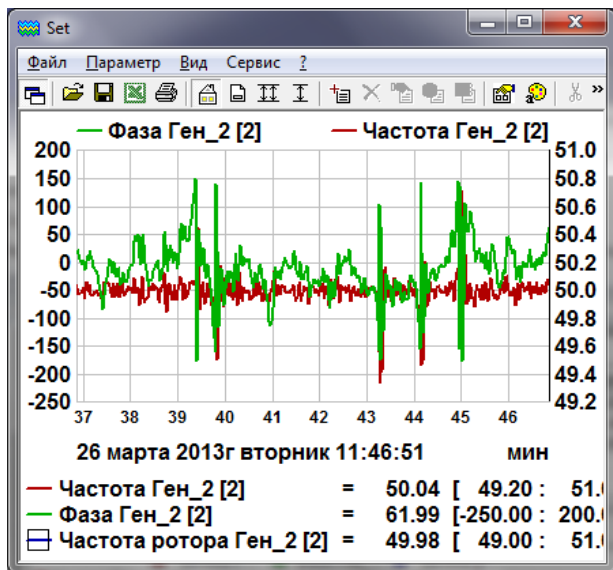

Рис. 45. Пример графики параметров.
**ПР** удобно наблюдать на графиках (рис.45), которые можно